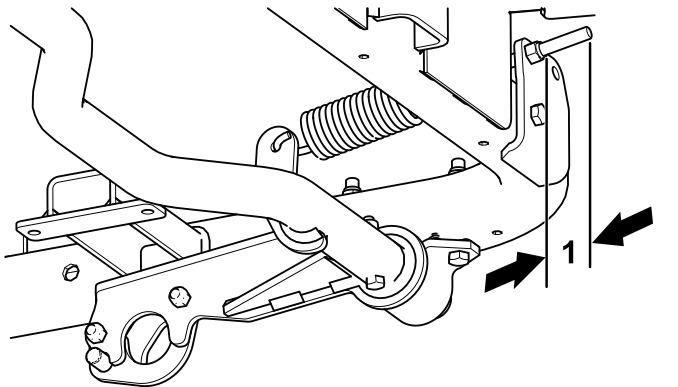

Figura 19
- A. Rimuovete il bullone e il dado che fissano l'asta al tubo orientabile (Figura 19).
- B. Ruotate il giunto a sfera illustrato in Figura 19 per modificare la lunghezza dell'asta come segue: